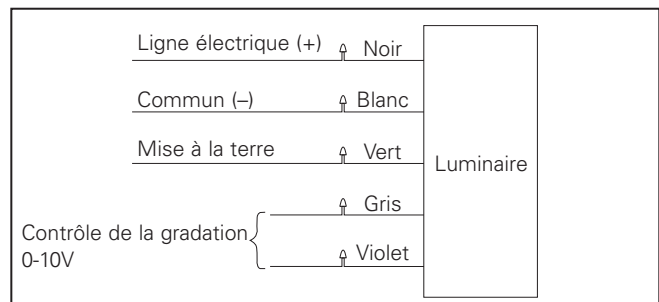

Figure 4A. Configuration standard
4. Effectuez les connexions de fils conformément au schéma de câblage (figure 4A, 4B ou 4C).
6. Raccordez les conduits au boîtier à l'aide de raccords de conduits étanches pour l'extérieur. L'option du luminaire C1 a un raccord NPT de 1,27 cm (1/2 po) et l'option C2 a un raccord NPT de 1,91 cm (3/4 po). Effectuez les connexions d'alimentation dans le boîtier supérieur aux fils de l'ensemble de fiches. Reportez-vous aux figures 4A, 4B et 4C pour le câblage.
4. Effectuez les connexions de fils conformément au schéma de câblage. (Figure 4A, 4B ou 4C)